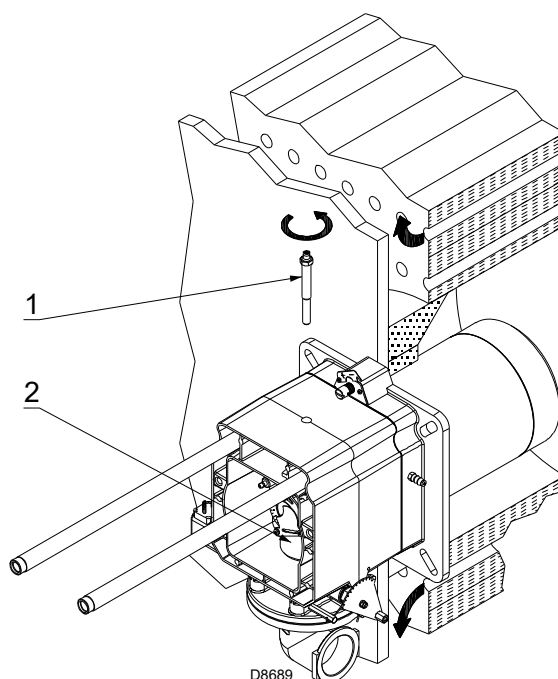

Fig. 12
- sacar el tornillo 1)(Fig. 12);
- extraer la parte interna 2)(Fig. 12) del cabezal y regularlo.
En este punto de la instalación el cabezal de combustión debe estar fijado a la caldera como se muestra en la Fig. 12.